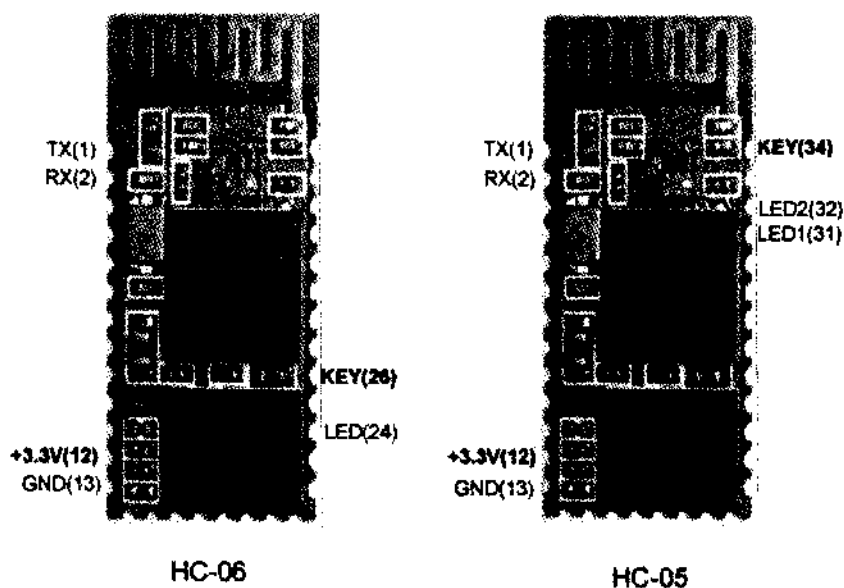

Рис. 6.11. Два варианта расположения управляющего входа KEY
Наиболее распространенными и часто покупаемыми являются модули HC-06 и HC-05. Они состоят из двух микросхем (рис. 6.11), одна из них — собственно сам трансивер Bluetooth, а вторая — это микросхема памяти. Визуально они неразличимы, т. к. аппаратная часть у них одинаковая, отличается только прошивка. HC-06 может работать только в режиме slave (ведомый), т. е. только отвечать на приказ установить связь, поступающий от старшего ведущего устройства — компьютера или смартфона, и имеет очень ограниченную систему команд. Модуль HC-05 может работать как в режиме master (ведущий), так и в режиме slave. Система команд этого модуля намного обширнее и отличается по синтаксису от HC-06. Также отличается и процедура перевода модуля в режим настройки. Если модули нужны вам только для связи с коптером, постарайтесь приобрести именно HC-06.
Итак, изначально мы предполагаем, что в наших руках модуль HC-06 (07). Если у него новая версия прошивки Linvor1.8, то для перевода в режим приема AT-команд не потребуется соединять вывод KEY(26) (см. рис. 6.11) с напряжением питания +3,3 В.
Для перевода модуля HC-05 в режим настройки необходимо соединить вывод (34) с выводом (12) и подать питание (см. рис. 6.11). В режиме настройки модуль *всегда* будет доступен на скорости 38 400 бод независимо от того, какая скорость была задана ранее для рабочего режима.